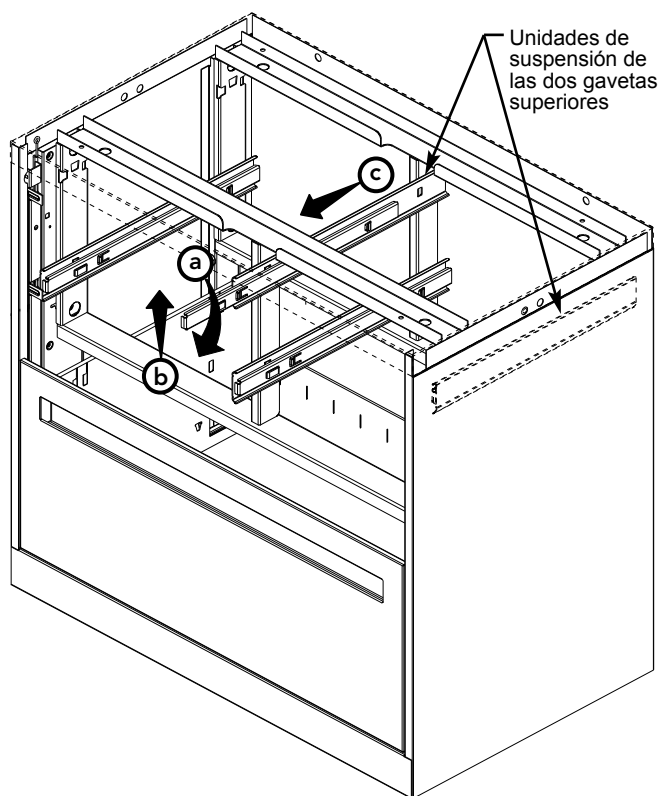

Ilustración 1
Suspensión de extensión completa (consulte la ilustración 1):
2. Vea la ilustración 1. Retire del gabinete las unidades de suspensión de las dos gavetas superiores.